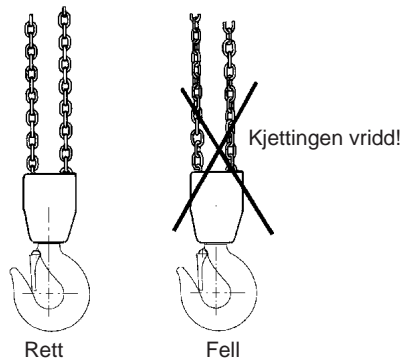

Fig 5
- Kjettingen må ikke ha knekk eller være vridd. For toparts jekketalje (6 tonn) er det fare for at kjettingen blir vridd ved at underblokken vris gjennom kjettingslyngen. Dette skjer vanligvis ved ommontering eller flytting av kjettingtaljen mellom ulike arbeidssteder. Se fig. 5.